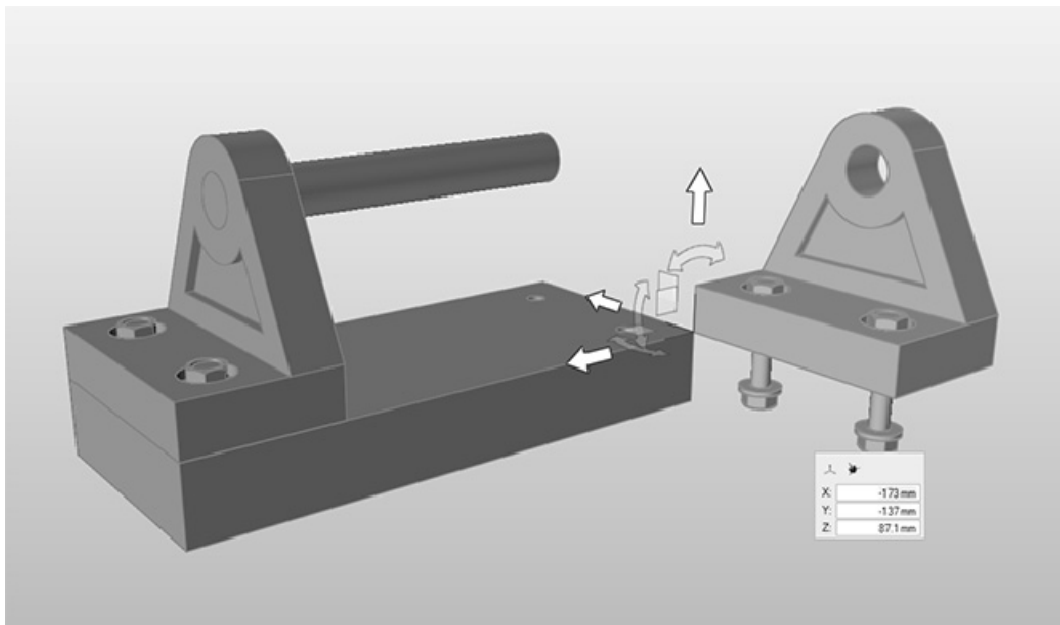

图 3-27
7) 松开 Shift 键，单击该工具的中心位置，并沿托架方向将其拖向底座零件上的角，如图 3-27 所示。